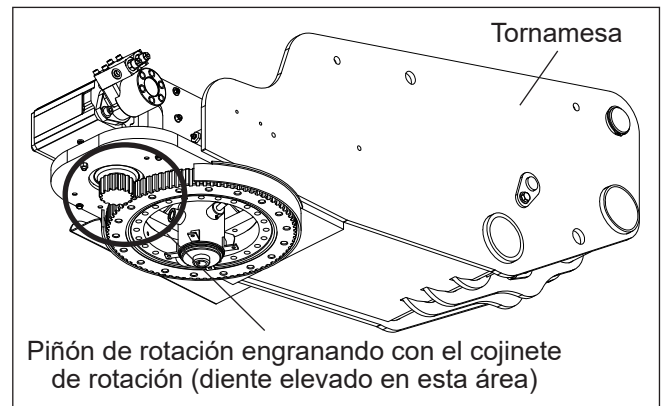

Figura 6.2 — Cojinete de rotación
La rotación se logra a través de una caja de engranajes sinfín montada sobre la tornamesa (consulte la Figura 6.2). La caja de engranajes es impulsada por un motor hidráulico. El piñón de rotación engrana con los dientes del cojinete de rotación.
3. Coloque el cojinete de rotación nuevo en la soldadura del pedestal con el diente elevado, marcado con pintura amarilla o azul, en la posición adecuada (consulte la Figura 6.2). Alinee los orificios de montaje con los orificios de acople de los tornillos en el cojinete.